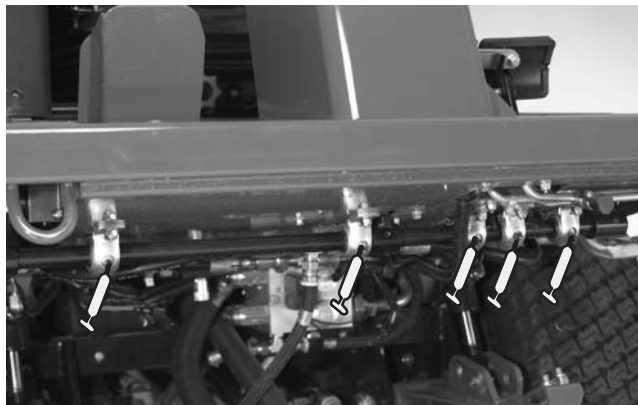

Bild 32
- Bremsstangen-Drehlager (5) (Bild 32)